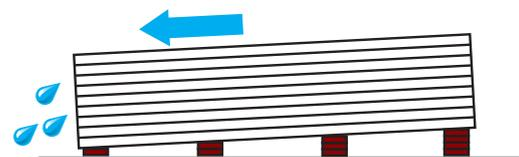

figura 1
*I pacchi dovranno essere depositati in modo da favorire il deflusso delle acque, soprattutto quando sia necessario procedere al loro immagazzinamento provvisorio all'aperto (vedesi figura 1)*